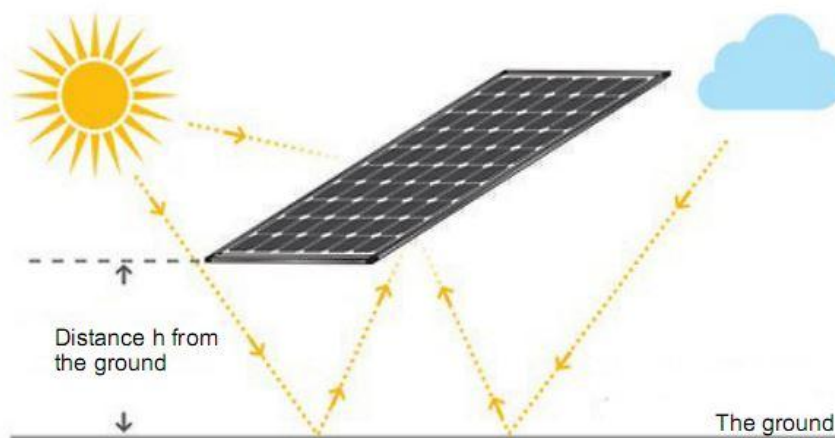

Figura 7-2 Distancia desde el suelo
- Debido a que la diferencia de altura respecto a la superficie afectará al aumento de generación de energía, se recomienda instalar el módulo a una altura de entre 0,5 m y 2 m. Vea la figura 7-2.